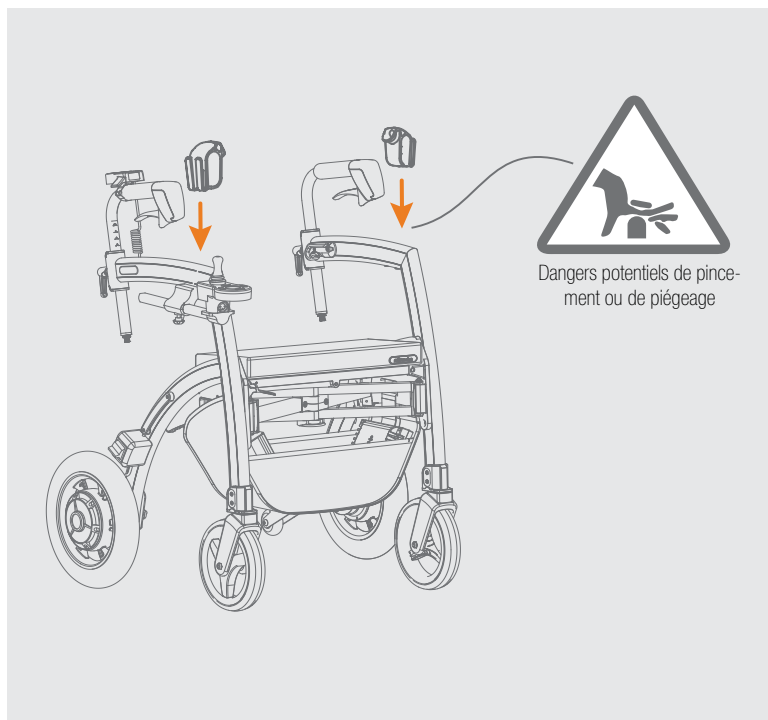

Figure 52: Fixation du support 3-en-1.
- Fixez les supports en appuyant dessus sur le cadre (**Figure 52**).